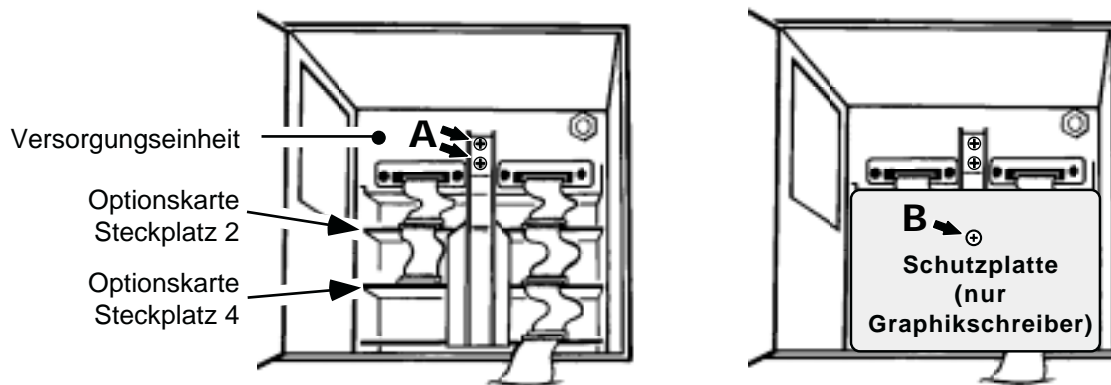

Abb. 7.6.1d Position der Optionskarten
- Die Kommunikations-Karte finden Sie entweder auf Steckplatz 2 oder 4. Wenn Sie die Schutzschiene und die Kabelanschlüsse entfernt haben, können Sie die Karte dem Gehäuse entnehmen. Die Schutzschiene entfernen Sie, indem Sie die zwei Schrauben lösen (Schrauben A in Abb. 7.6.1d). Bei einem Graphikschreiber müssen Sie zuerst eine Schutzplatte entfernen (Schraube B in Abb. 7.6.1d). Haben Sie die Karte herausgezogen, legen Sie sie an einen statisch sicheren Platz.